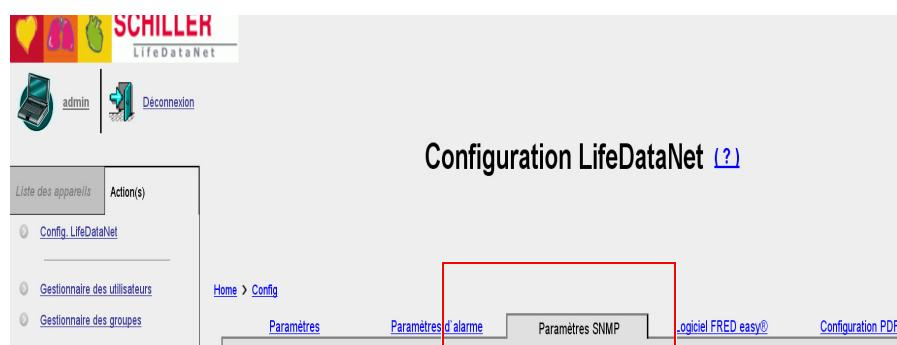

Fig. 5.15 Paramètre SNMP dans **LifeDataNet®**
- (1) Onglet « Online » de **FREDCO®**.
- (2) Mot de passe de la « RO et RW community ».
- (3) Confirmation de la configuration de l'onglet « Online ».
- Indiquer le mot de passe de la « RO et RW Community » (2). Le mot de passe peut être choisi librement mais doit être le même que celui renseigné dans la rubrique « **FREDeasy®** » du volet « Paramètres SNMP » de **LifeDataNet®** (voir Fig. 5.15 Paramètre SNMP dans **LifeDataNet®**).